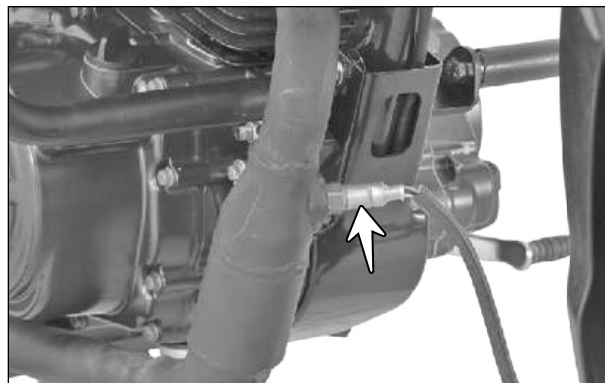

Fig. 5.28
- O sensor de O₂ (seta) instalado no conjunto do silenciador é utilizado para medir a quantidade de combustível não queimado que sai da câmara de combustão. (Fig. 5.28)